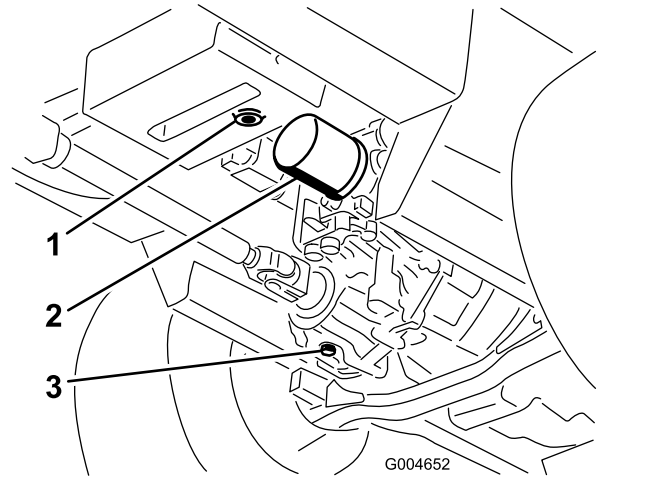

图 58
3. 在液压油箱和变速箱下放一个大放油盘拔出排油塞排出所有液压油图 58。
4. 清洁液压油过滤器周围的区域然后取下过滤器图 58。